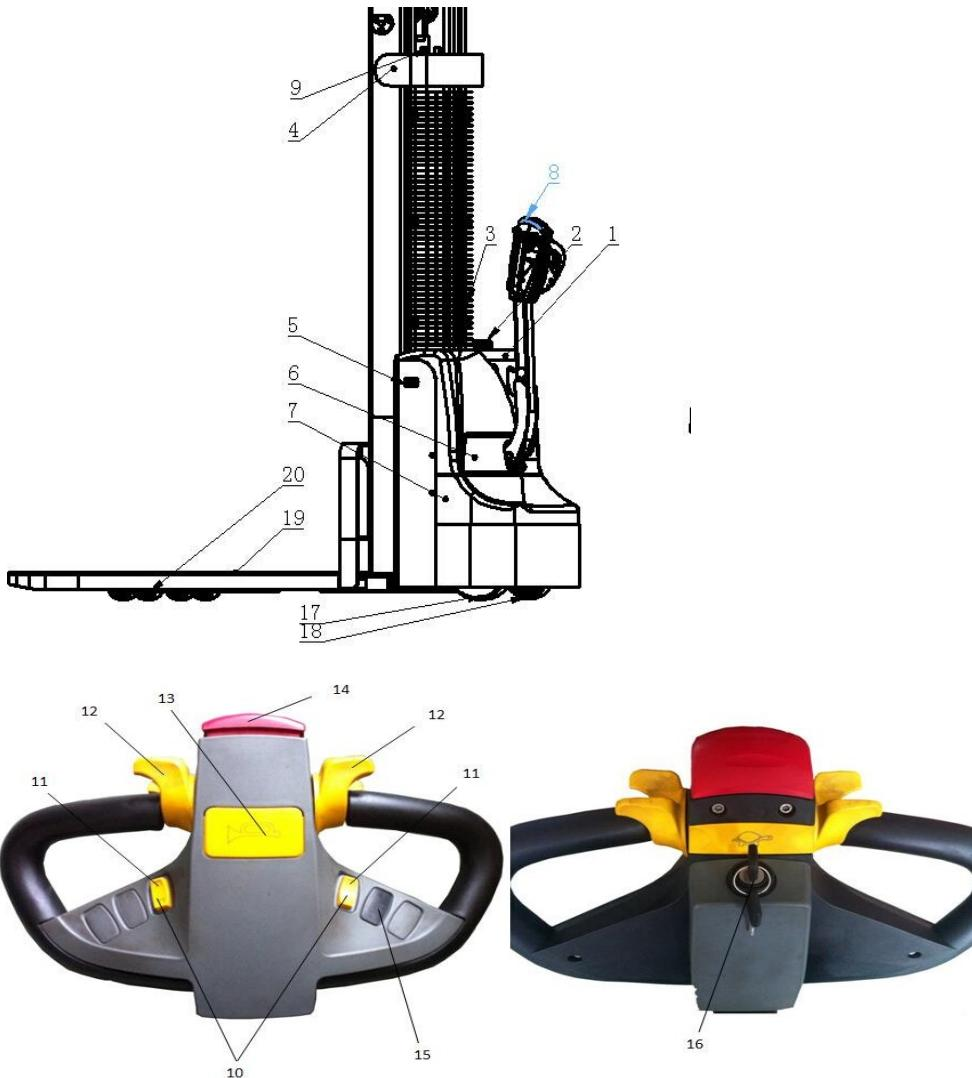

Рис.1: Обзор основных частей и управляющих кнопок (2)
- Работать без защитной решетки (Рис. 1, п. 3 / защитный экран).